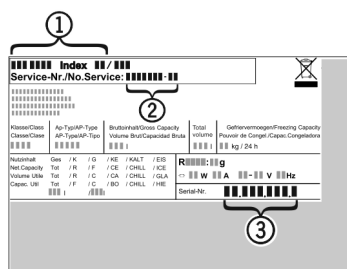

Fig. 14
- ▶ A készülék megnevezését Fig. 14 (1), a szerviz- Fig. 14 (2) és sorozatszámot Fig. 14 (3) a típus tábláról olvassa le. A típus tábla a készülék belsejében baloldalon található.
- ▶ Értesítse a vevőszolgálatot a hibáról, és adja meg nekik a készülék megnevezését Fig. 14 (1), a szerviz- Fig. 14 (2) és a sorozatszámot Fig. 14 (3).